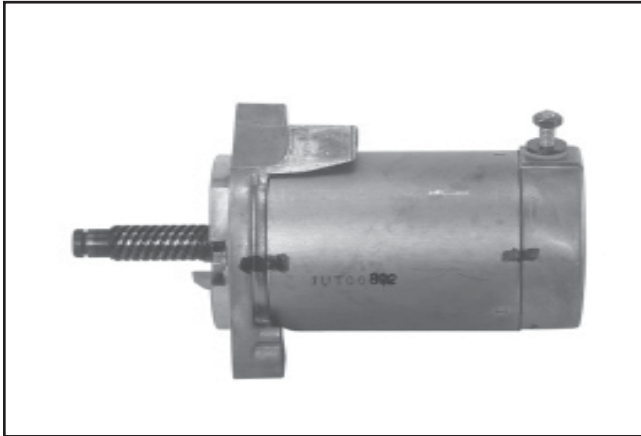

Figure 8-40. Emplacement des marques de montage.
3. Incrire ou marquer une petite ligne depuis le châssis du démarreur jusqu'à chaque capuchon d'extrémité. Ceci servira de marque de correspondance lors du remontage ultérieur. Voir la figure 8-40.